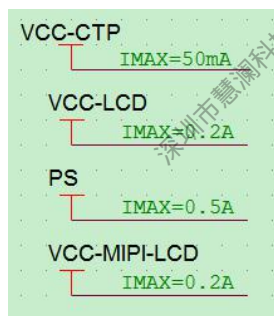

图 2-56 LCD 部分电源工作电压电流
- SENSOR 的 I2C 需接上拉电阻，不可删除，如图 2-56 所示：